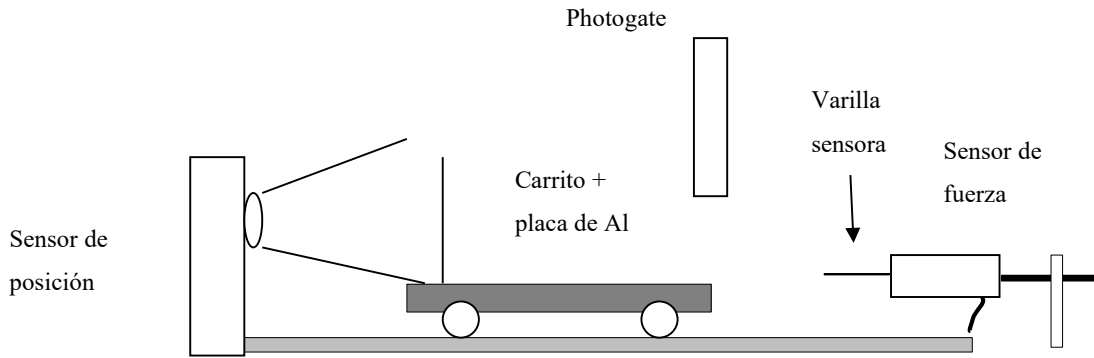
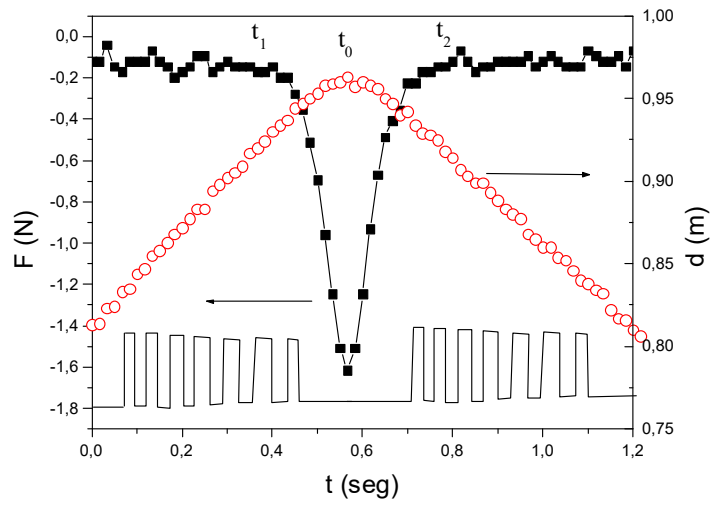

Figura 1
Figura 2
La práctica consistirá de empujar un carrito sobre un riel hasta hacerlo chocar contra un objeto rígido (que en este caso será el sensor de fuerzas) como se muestra en la figura 1. La idea será medir la velocidad antes y después de la colisión y la fuerza durante el tiempo que dure la interacción entre los objetos. Luego se utilizarán esas magnitudes físicas en el cálculo de la energía y la cantidad de movimiento.
Se debe armar el sistema de la figura 1, cuidando de dejar bien alineado el riel por donde va a ir el carrito.
La varilla sensora (ver figura 1) contra la que chocará el carrito forma parte del sensor de fuerza. El sensor funciona midiendo cuánto se oprime o se tira de la varilla sensora al aplicársele una fuerza en el extremo libre. Entonces se debe colocar el sensor de manera que el carrito choque contra el extremo libre de la lengüeta (ver fig. 1).
- a) Utilizar un photogate para la medición de las velocidades (ver figura 1)
En la figura 2 se muestran los datos adquiridos de la Fuerza y la Posición en función del tiempo, así como una medición realizada con un photogate ubicado según la figura 1.
El objetivo de la práctica es analizar el cambio de la cantidad de movimiento del móvil producido en un choque contra un objeto fijo (pared) y relacionarlo con la fuerza que hace la pared durante el choque. Para poder medir esa fuerza, la “pared” será reemplazada por el sensor de fuerzas como vimos en la figura 1.